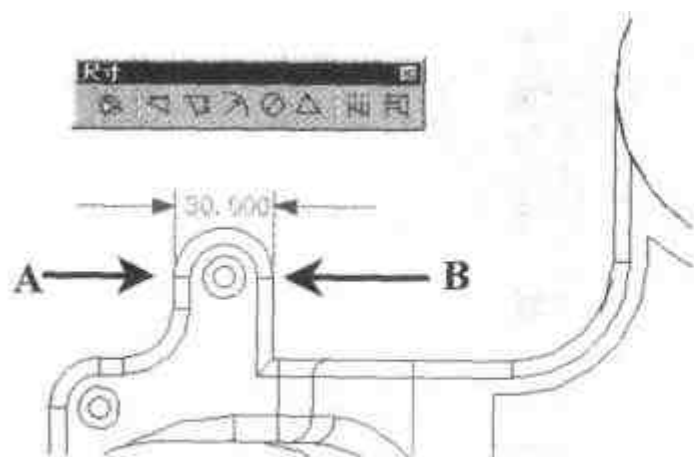

图 2.64 添加点到点尺寸标注
- (1) 单击【智能标注】按钮，然后按如图 2.64 所示顺序单击 A、B 两个点，添加图 2.64 所示的点到点标注。